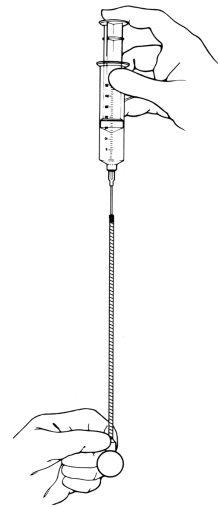

Abbildung 4-3b. Ballon füllen
6. Spritze mit 20 ml Fülllösung füllen (**Abbildung 4-3b**).